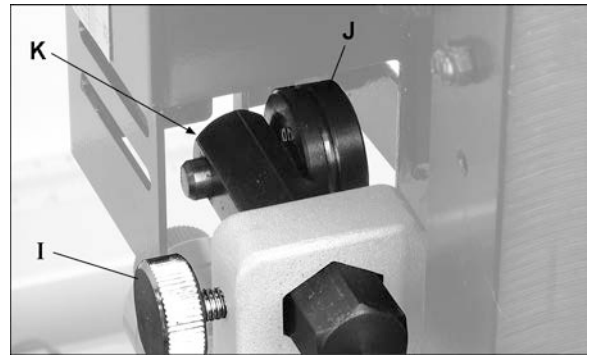
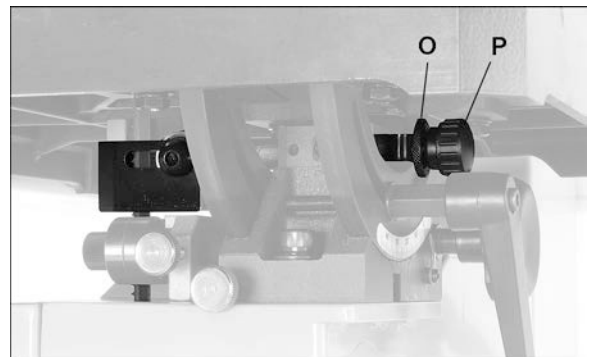

Fig 40
Fig 42
Régalez le rouleau de guide arrière avec la vis de réglage (P) afin que la distance vers la lame de la scie soit de 1mm (Fig 40 ~ Fig 42).